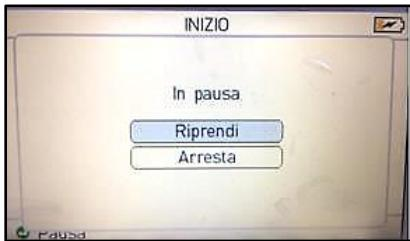

Figura 30. Pausa
1. Per interrompere la terapia manualmente: premete . Si visualizza il messaggio "in pausa" (v. Figura 30).